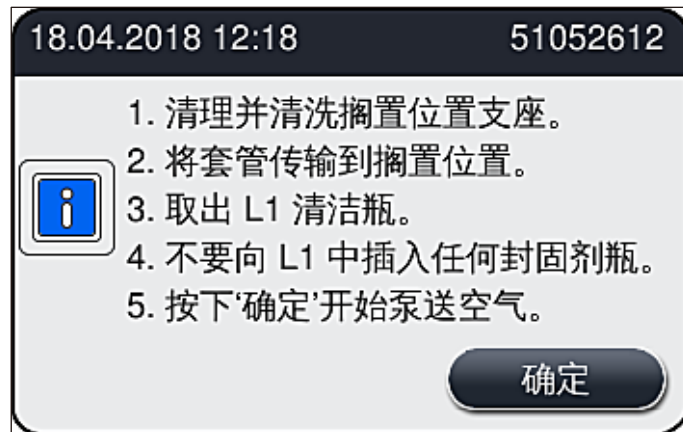

图 105
- 请注意下一条其中包含说明的信息消息 (→ 图 105), 并使用**确定**按钮确认。